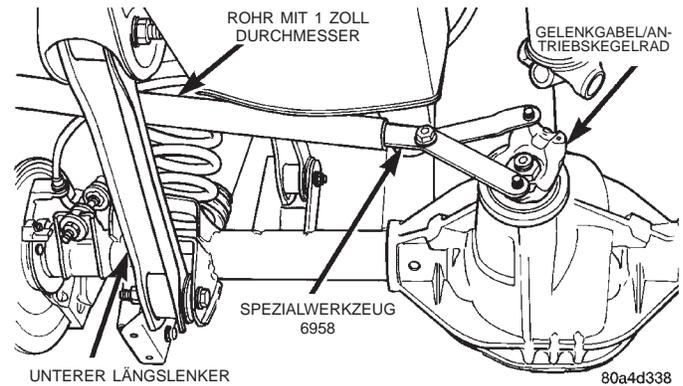

Abb. 27 Haltegriff für Gelenkgabel
- (1) Ausgleichkorb aus dem Differentialgehäuse ausbauen.
- (2) Gelenkgabeln und Gelenkwelle mit Paßmarkierungen für den Einbau versehen.
- (3) Gelenkwelle von der Gelenkgabel des Ritzels lösen. Die Gelenkwelle mit einem stabilen Draht am Fahrwerk aufhängen.
- (4) Gelenkgabel mit Haltegriff 6958 festhalten und die Mutter des Antriebskegelrads mit Unterlegscheibe lösen (Abb. 27).